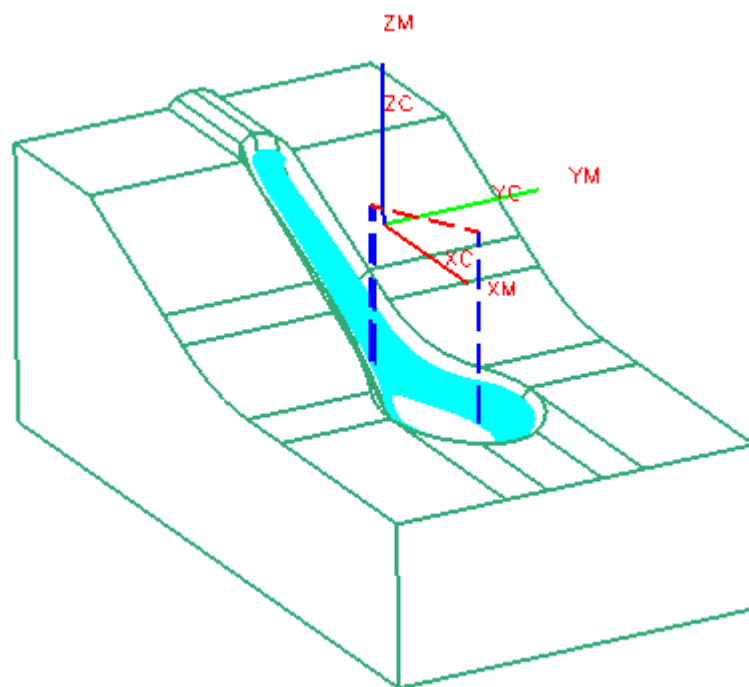

图 9-155
- 单击 ，生成如图 9-155 所示的刀轨，单击 O K。